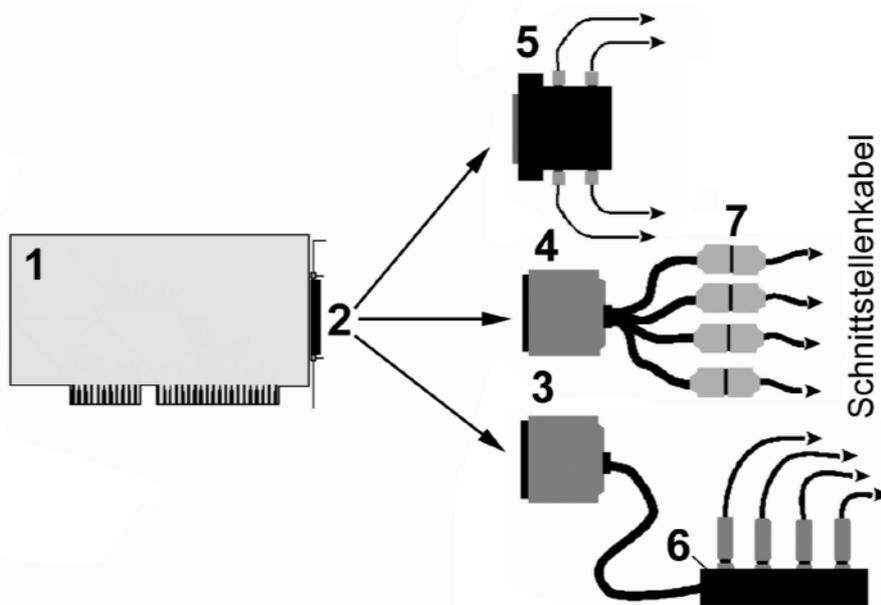

Abbildung 8.48 Schnittstellenerweiterung über Steckkarten (nach: Digi International)
- mehrere (typischerweise 4 oder 8) Schnittstellen auf Steckkarte. Externer Anschluß über Sonderkabel. Das Kabel verzweigt sich entweder zu den Schnittstellen-Steckverbindern (Abbildung 8.47a) oder es endet an einem entsprechenden Anschlußkasten (Abbildung 8.47c). Siehe weiterhin Abbildung 8.48. Einfache Steckkarten haben nur die entsprechende Anzahl an Schnittstellensteuerschaltkreisen und Kabelbaustufen. Bessere Modelle enthalten einen eigenen Prozessor.
Das Installieren derartiger Hardware ist eine der Gelegenheiten, bei denen man - was die ausführenden Techniker angeht - beinahe auf den ersten Blick zwischen Spreu und Weizen unterscheiden kann. Es gibt genügend lieblos ausgeführte Installationen - mit Kabeln, Anschlußkästen usw., die einfach irgendwie hinter dem Computer abgeworfen wurden... Kein Wunder, daß sich bei späteren Wartungsarbeiten kaum jemand sofort zurechtfindet. Und besonders zuverlässig ist es auch nicht: die Belastung durch die schweren und steifen Kabel kann die Steckkarte aus dem Slot heraushebeln, Anschlußkästen können umfallen und dabei Steckverbindungen auseinanderziehen usw. Besser: (1) Kabel und Anschlüsse vernünftig beschriften, (2) Schnittstellenkabel nicht als unidentifizierbares Knäuel, sondern geordnet zuführen, (3) Anschlußkästen fest montieren^{*}, (4) die Kabel-Schwänze mit den Steckverbindern (Position 7 in Abbildung 8.48) nicht irgendwo herumhängen lassen, sondern z. B. auf einem Zwischenboden (im Serverschrank) ablegen und ggf. für Zugentlastung des Sonderkabels sorgen (mit Schelle oder wenigstens mit Kabelbinder entlasten)